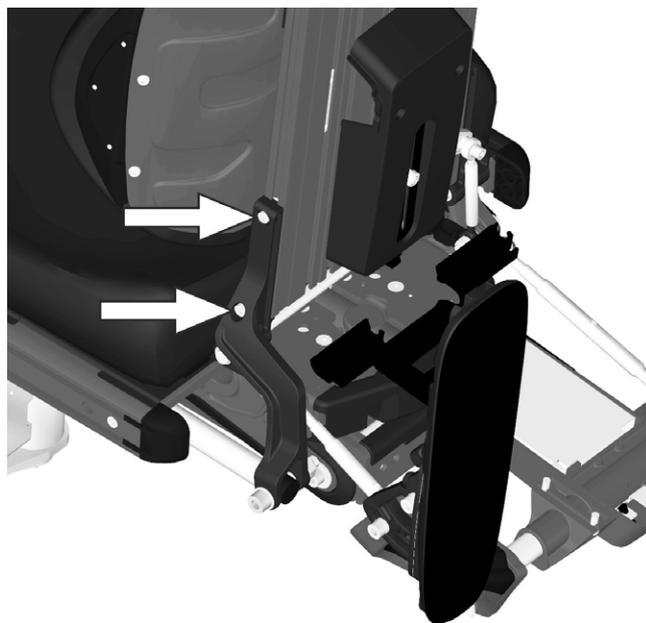

Abbildung 162. Das Rückenlehnenprofil ist an der linken bzw. rechten Seite mit zwei Schrauben befestigt.
5. Für die Wiedermontage Halterungen des Rückenlehnenprofils in die Nut des Profils an der linken bzw. rechten Seite einpassen. Profil nach unten schieben, bis der Anschlag der Halterung an der linken bzw. rechten Seite am Ende des Rückenlehnenprofils anliegt. Rückenlehnenprofil durch Festziehen der Schrauben links und rechts befestigen. Siehe Abbildung. 162. Schraube mit einem Drehmomentschlüssel festziehen. **Anziehdrehmoment 9,8 Nm.**